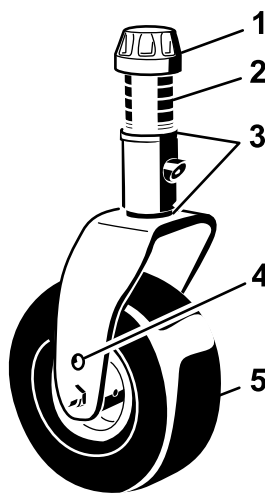

図 8
2. 左右のキャストフォークの同じ穴にキャストホイールの軸をセットする。セッティング用の穴の選択については 図 8 および 図 9 を参照してください。
3. スピンドルシャフトからテンショニングキャップを取り 図 8、キャストアームからスピンドルを抜き出す。シム mm を枚スピンドルのシャフトに通す当初の状態と同じに。これらのシムは、デッキ全体の左右の水平調整に必要となる。希望する刈高に必要な枚数のスペーサ 13 mm 厚をスピンドルシャフトに通し、その上からワッシャを取り付ける。
刈高と、必要なシムの組み合わせとの関係は 図 8 と 図 9 で確認する。